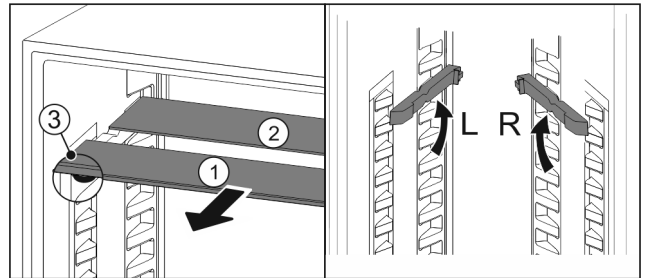

Fig. 23
- Retire Fig. 23 (1) las planchas de cristal individualmente hacia adelante.
- ▷ La placa de vidrio Fig. 23 (1) con tira decorativa se encuentra en la parte delantera.
- ▷ Los topes Fig. 23 (3) apuntan hacia abajo.